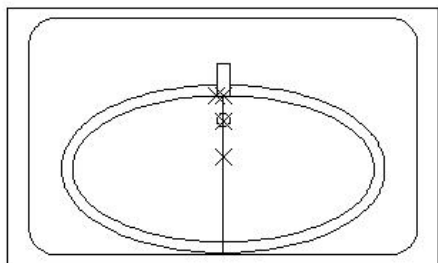
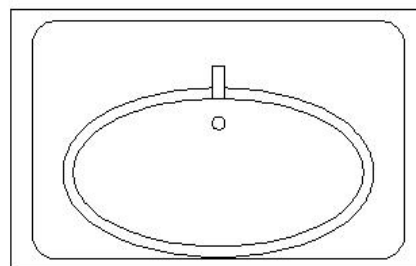

图 3-28 绘制小圆
图 3-29 删除辅助线和辅助点
10、按 Enter 键, 绘制的小圆如图 3-28 所示。选择辅助直线和辅助点, 按 Delete 键删除, 效果如图 3-29 所示。